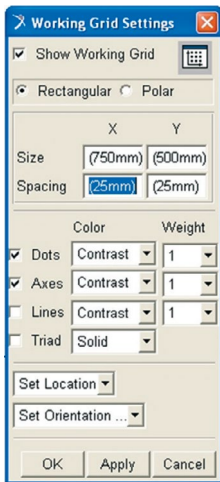

Figura 2.2 – Tela para alteração de espaçamento do *grid* na área de trabalho do ADAMS/View.
- Altere o espaçamento do *grid* para 25 mm. Para tanto, recorra ao menu principal opção *Settings* → *Working Grid* aba *Spacing*. A tela auxiliar que aparecerá é a indicada na Figura 2.2.